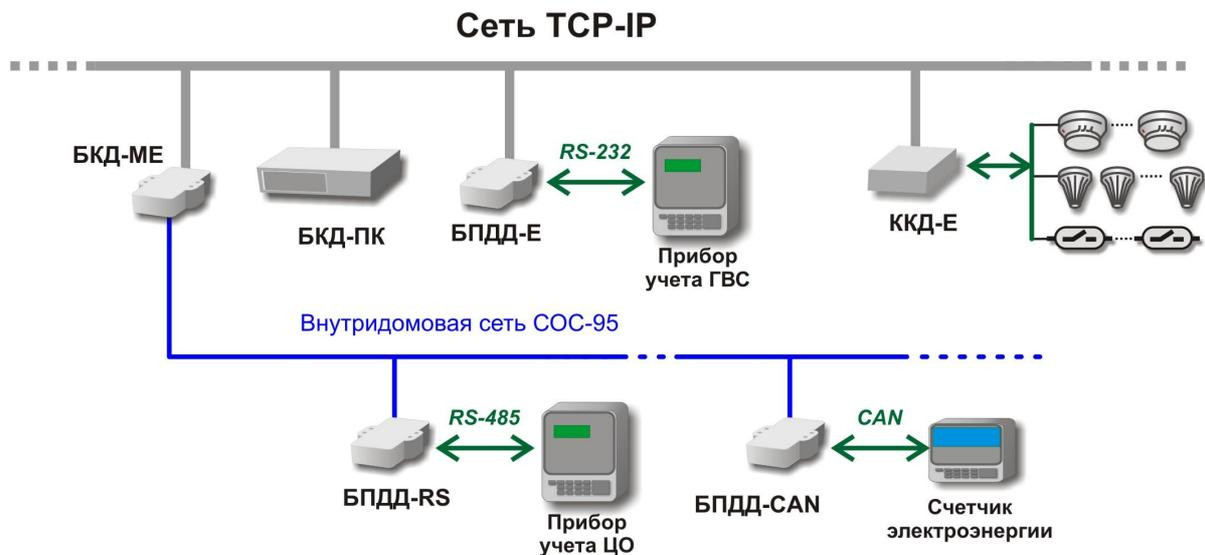

Рисунок 10 - Подключение БКД-ПК к TCP/IP-сети Ethernet с использованием преобразователей последовательных интерфейсов RS-232/422/485 в Ethernet
- через TCP/IP-сеть Ethernet с использованием преобразователей последовательных интерфейсов RS-232/422/485 в Ethernet посредством «виртуального СОМ-порта» (рисунок 10).